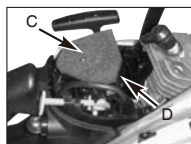

Fig. 15B
2. Løft ut luftfilteret (C) av luftboksen (D) (Fig. 15B).